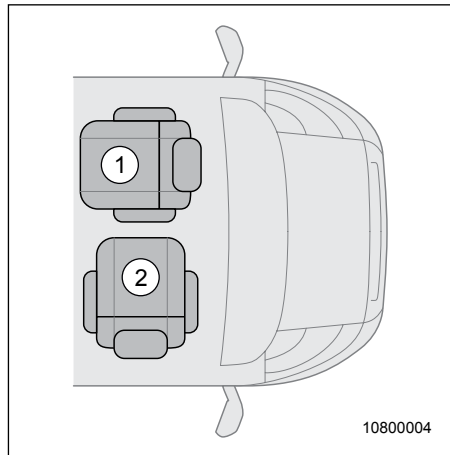

Fig. 21 Positionnement des sièges cabine
1. Tourner le siège de cabine de gauche (Fig. 21, pos. 1) 180° vers l'habitacle.
2. Tourner le siège de cabine de droite (Fig. 21, pos. 2) 90° vers l'habitacle.